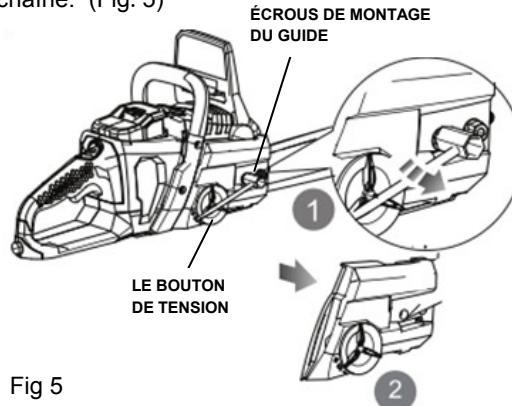

Fig 5
- Desserrez la chaîne en tournant le bouton de tension dans le sens anti-horaire. Retirer les écrous de montage du guide en utilisant la clé mixte fournie. Retirer le couvercle de chaîne. (Fig. 5)